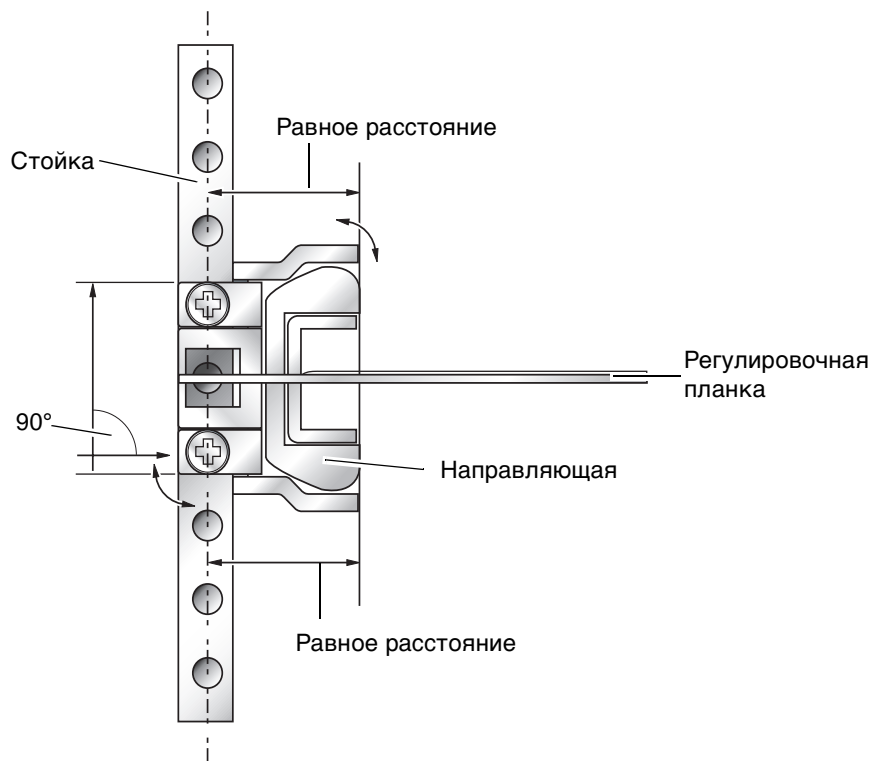

РИС. 2-6 Вертикальная регулировка направляющих
6. Убедитесь в том, что направляющая установлена вертикально, как показано на РИС. 2-6.